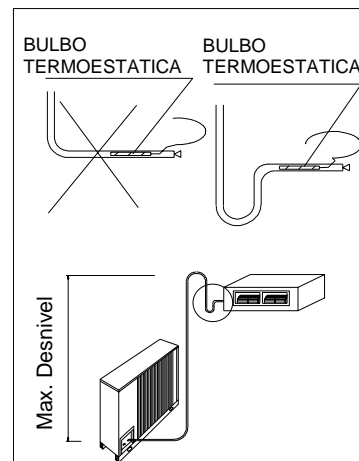

Figura 4
- Si la unidad motocondensadora está situada mas baja respecto a la unidad de evaporación (véase figura 4), prever un sifón con la misma altura de la batería para prevenir, durante la parada de la unidad, la vuelta del líquido al compresor.
- Si la unidad terminal esta dotada de válvula termostatica, además del sifón prever una curva a U (véase Figura 4) lo mas cerca de la unidad. Todo esto para evitar que el bulbo de la válvula termostatica, con la unidad parada, permanezca en contacto con el líquido. (véase figura 4).